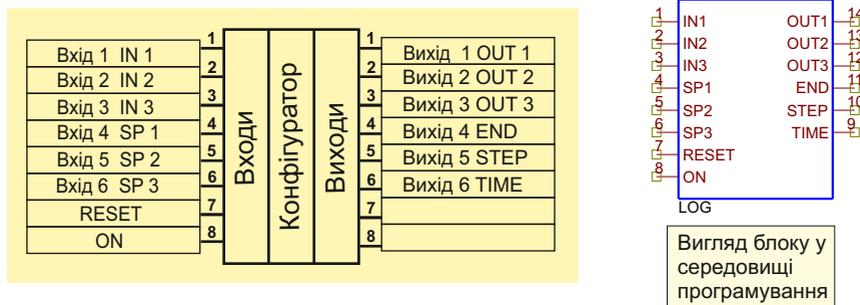

Рис. 105 Блок “Логічна програма”.
6.10 Блок **Логічна програма** містить 8 входів і 6 виходів. Схематичне зображення архітектури блоку дивіться на Рис. 105.